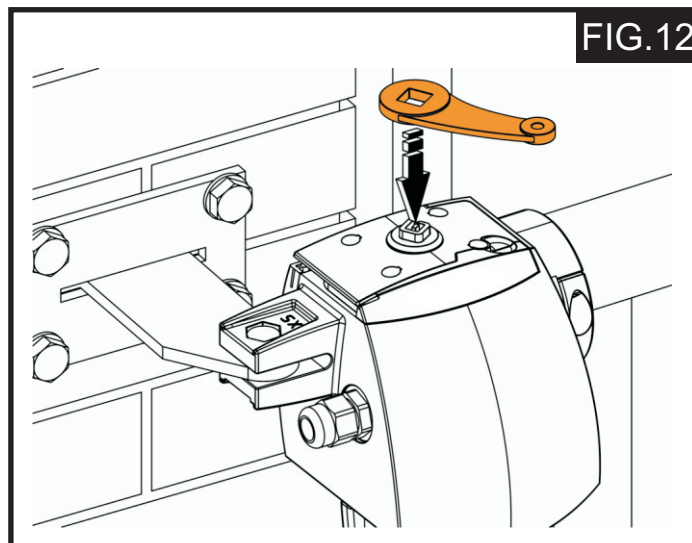

FIG.12
- 2º Introduzca la llave suministrada en la parte superior del Accionamiento (Fig.12).